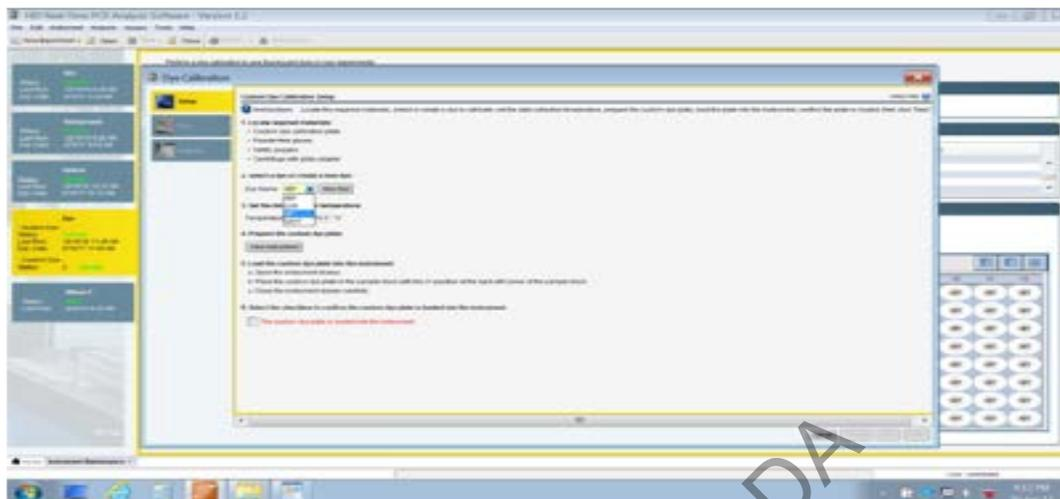

Figura 28. Pantalla con las opciones de calibración *Mustang purple*, ubicado en la lista desplegable *Dye name*
7.4.4.12 Seleccione el fluorocromo de interés, por ejemplo **MP** de la lista desplegable **Dye Name** e introduzca la placa respectiva al equipo. (figura 28)